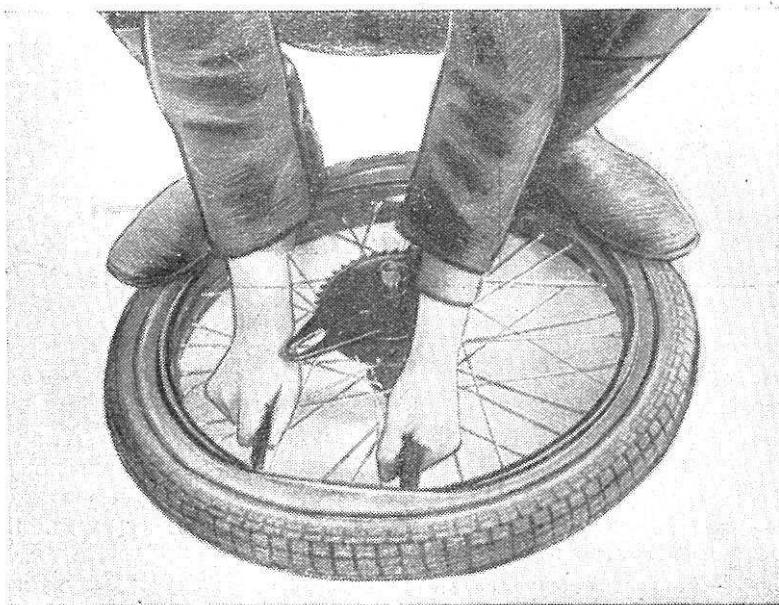

Рис. 31.
- Двумя монтажными лопатками для шин поднять покрышку с противоположной стороны через край обода (рис. 31).